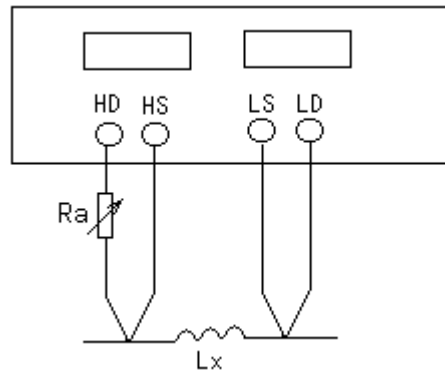

图 3-5 信号源内阻调节示意图
2. 使用上图 3-5 所示的方法用户可自行调整信号源内阻以满足测试电流的要求，以达到
匝比的测量：本仪器不能直接进行匝比的测量，需通过两步方可得到匝比，测量时将仪器显示状态设定为“V/I”，使显示器显示电压和电流值，首先按图 3-5 测量初级电压，记录